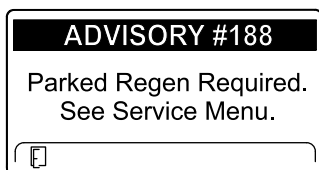

Figura 51
- Richiesta di rigenerazione parcheggiata ADVISORY #188 (Figura 51)